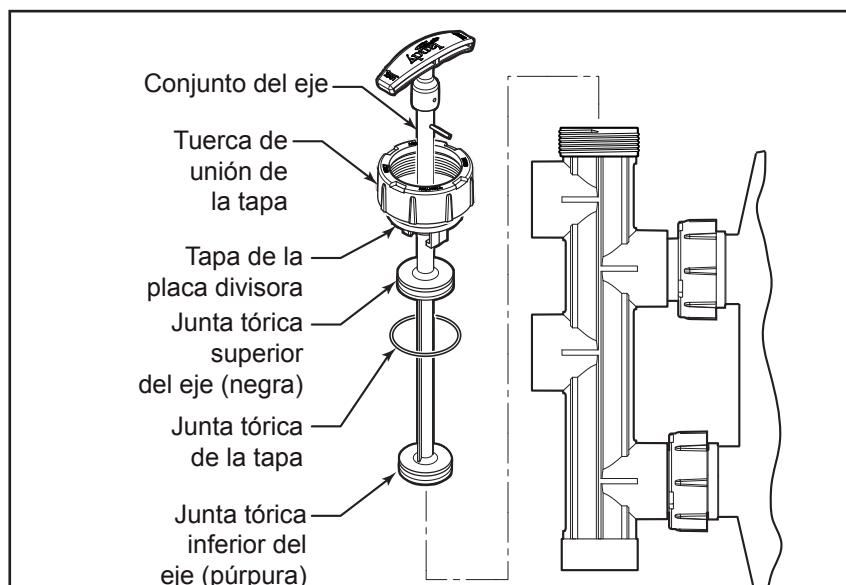

Figura 10. Extraiga el conjunto del eje de la válvula de corredera
3. Aferre la manija de la válvula de corredera y tire del conjunto del eje para extraerlo de la válvula. Consulte la Figura 10.
4. Aferre la manija de la válvula de corredera y tire del conjunto del eje para extraerlo de la válvula. Consulte la Figura 10.